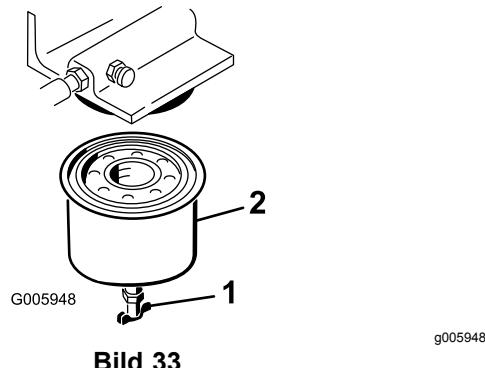

Bild 33
5. Öffnen Sie das Ablassventil (Bild 33) und lassen Sie den Kraftstoff aus dem Kraftstofffilter in einen geeigneten Behälter ablaufen; entsorgen Sie ihn vorschriftsmäßig.
6. Entfernen Sie den Kraftstofffilter mit einem Filter-Schraubenschlüssel (Bild 33).